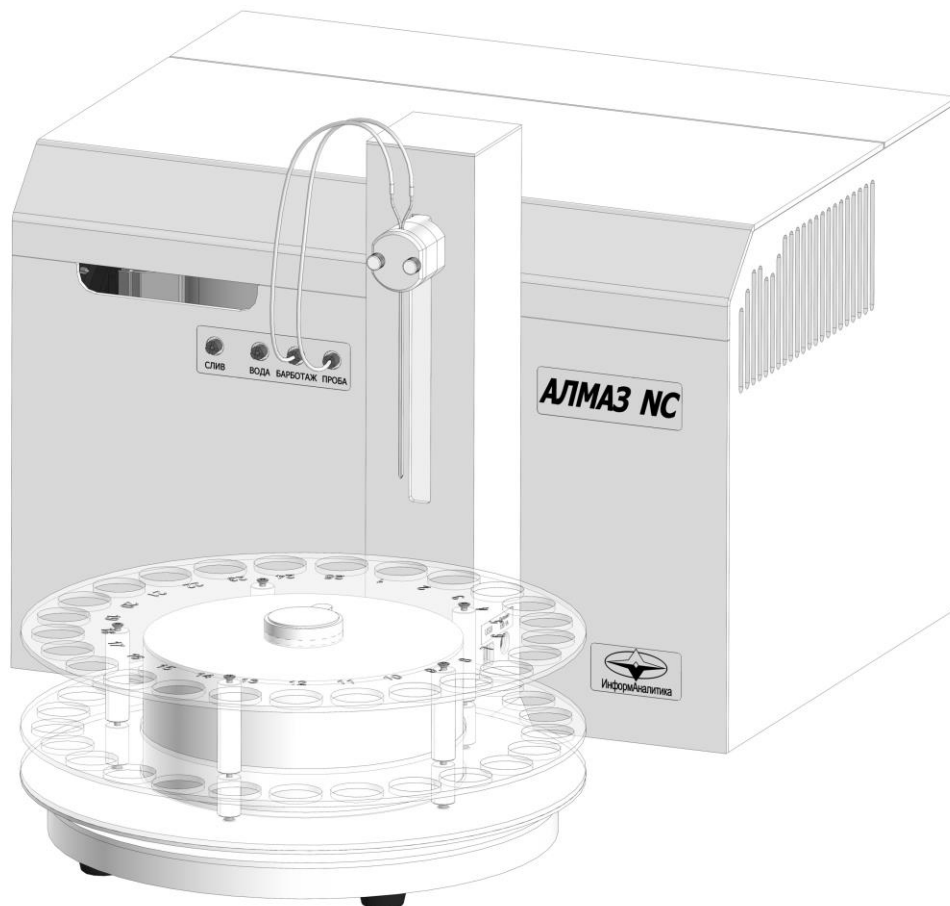

Рисунок 4. Расположение АПП относительно анализатора и подключение трубок.
- 2.3.9. Разместить АПП на столе с анализатором Алмаз как показано на рис. 4. Такое взаимное расположение необходимо для минимизации длинны соединительных трубок.
- 2.3.10. Подключить трубки барботажа и отбора пробы к соответствующим штуцерам анализатора Алмаз, см. рис. 4.